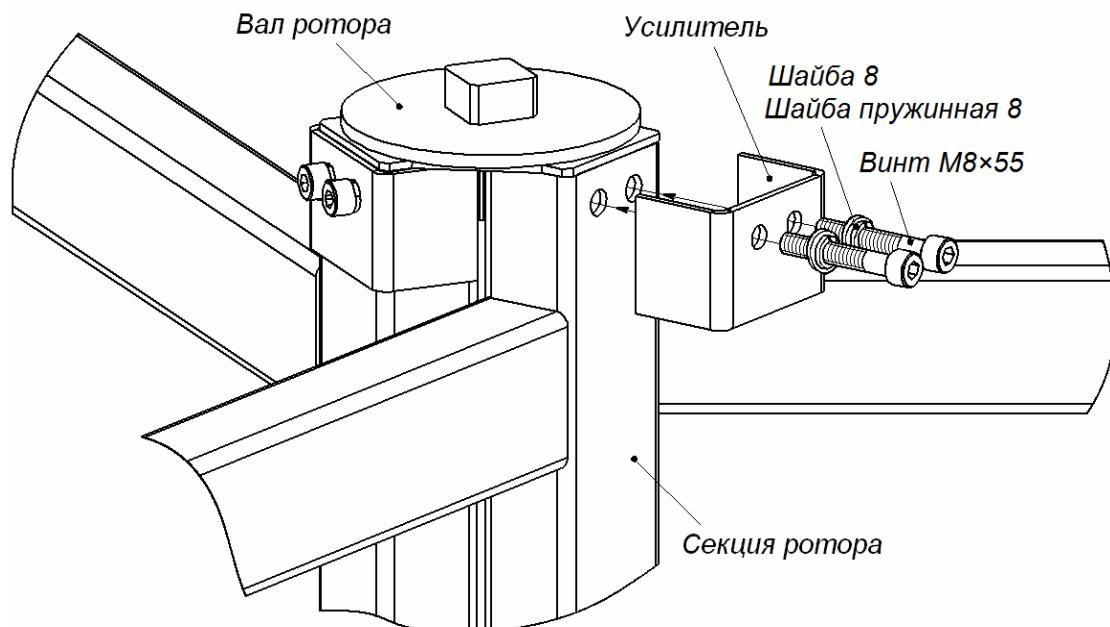

Рисунок 17. Схема усиления верхней части ротора
- Из ящика №5 распакуйте и затем последовательно закрепите на элементах крепления установленной секции ротора две оставшиеся секции. Для верхних точек крепления секций используйте усиливательные элементы и по 2 болта M8×55 с шайбами 8 и пружинными шайбами 8, для остальных точек крепления секций – по 10 болтов M8×12 с пружинными шайбами 8 (см. рис. 17 и 18). Для удобства при монтаже используйте ключ SW6 с магнитным наконечником.